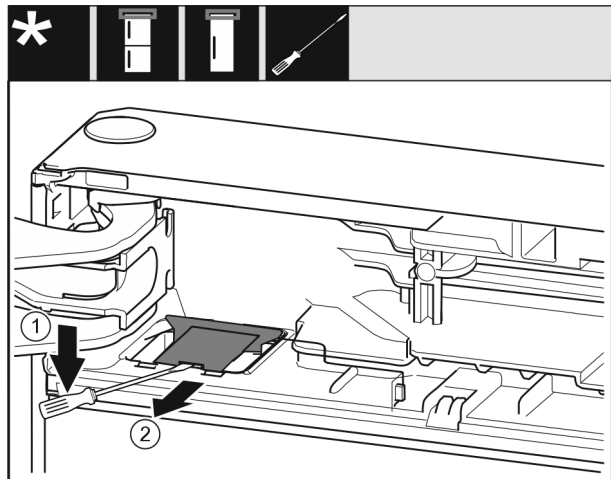

Fig. 12
► Pattintsa ki a fedelet Fig. 12 (1) lapos csavarhúzóval.
► Vegye ki a fedelet Fig. 12 (2).